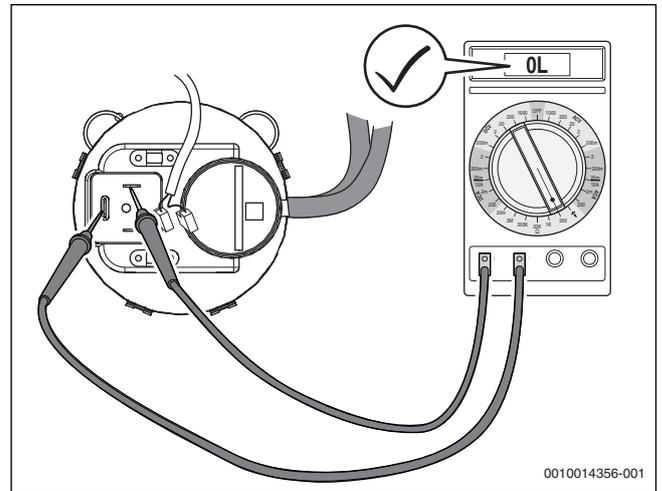
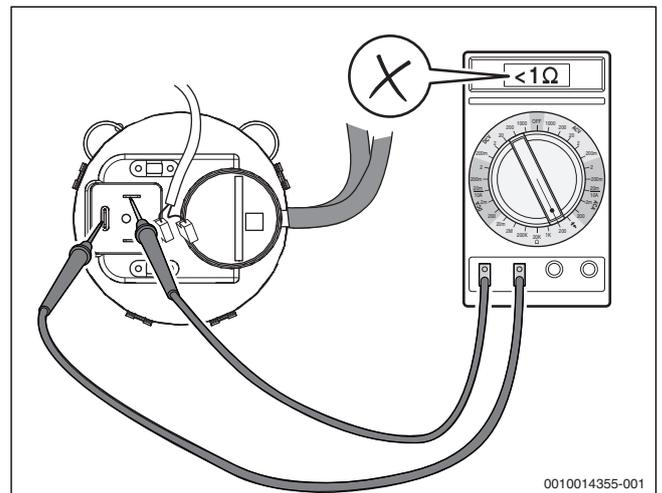

Bild 69 Differenzdruckwächter auf Durchgang prüfen (Differenzdruckwächter in Ordnung)
Bild 70 Elektrischen Widerstand an den Kontakten des Differenzdruckwächters messen (Differenzdruckwächter **nicht** in Ordnung)
- ▶ Elektrische Anschlussleitungen am Differenzdruckwächter abziehen und Widerstand an den Kontakten messen (→Bild 69). Wenn kein Wert oder ein Widerstand $> 1 \text{ Ohm}$ angezeigt wird, ist der Differenzdruckwächter in Ordnung. Wenn der gemessene Wert $< 1 \text{ Ohm}$ beträgt (oder Signalton, je nach Messgerät; →Bild 70), Differenzdruckwächter austauschen.